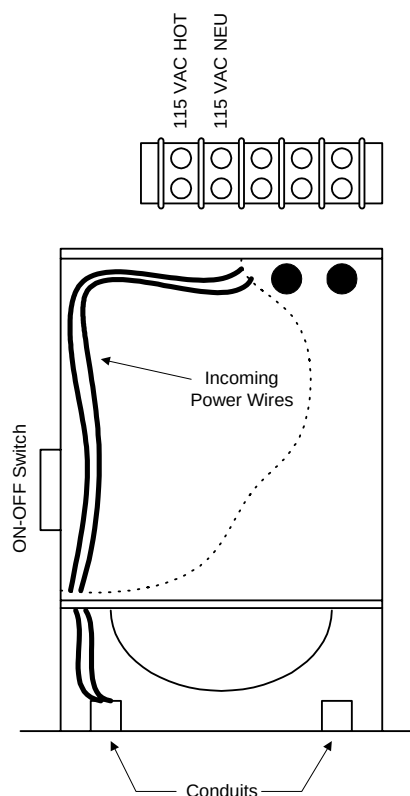

Figura 24
- Encamine la entrada de potencia a través del conducto y dentro del operador como se muestra en figura 24.